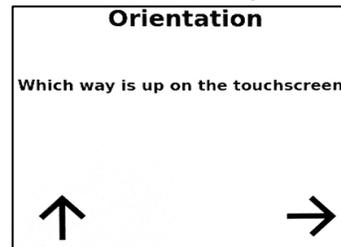

Figure 15
- d) Une fois l'armoire démarrée, le contrôleur affiche l'écran d'orientation (voir Figure 15). Sélectionnez la flèche qui correspond à l'orientation de l'écran.